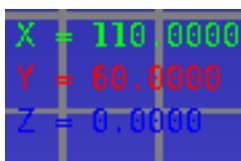

Рис. 1.3.18: Текущие координаты
9. Показать или скрыть текущие координаты. Настройка, определяющая, показывать или скрывать текущие координаты(рисунок 1.3.18). Текущие координаты отображают координаты окончания выбранного кадра или текущие